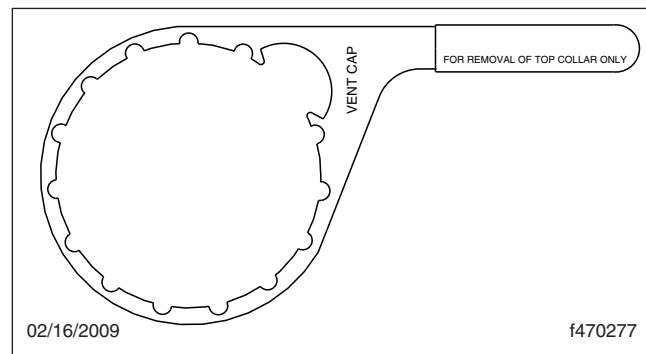

Figura 2, Llave para collar DAVCO
5. Con una llave para collar DAVCO (**Figura 2**), retire la cubierta transparente y el collar.